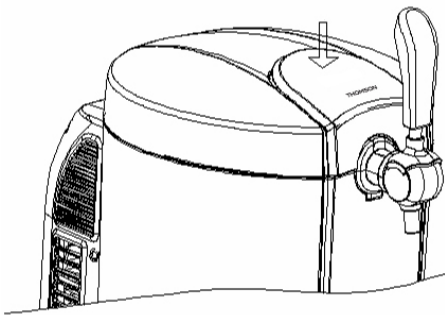

Abbildung 11
1. Öffnen Sie die obere Abdeckung, indem Sie auf das Türschloss drücken (Abbildung 11). Stellen Sie das gut montierte Fass in den Kühlraum (Abbildung 10).